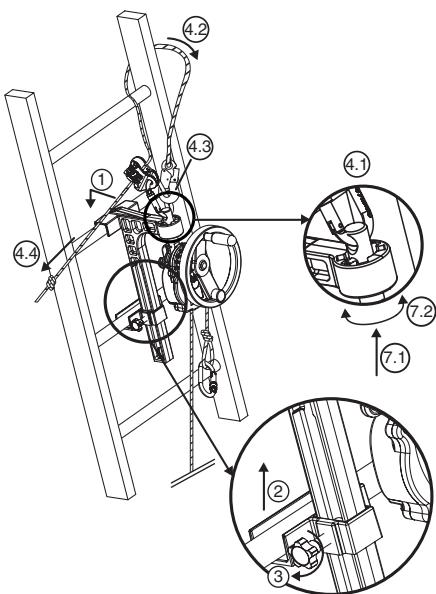

Abb. 6
#### 6.3.2. Gerät derope™ UP B (Abb.6)
1. Den großen verriegelbaren Adapter an der für die Rettung vorgesehenen Stelle über der zu rettenden Person an der Leitersprosse anbringen (Abb.6, 1).
2. Das Sicherungsgleitstück auf die Höhe der Sprosse bringen, die unmittelbar unter der Trägersprosse des großen Adapters liegt (Abb.6, 2).
3. Den Sicherungsbolzen des Gleitstücks mit Hilfe des Rändelknopfs an der Seite des Adapters festziehen (Abb.6, 3).
- Den Karabinerhaken der Einstellvorrichtung LCM 05 in der oberen Bohrung des Befestigungsbolzens befestigen (Abb.6, 4.1).
- Das Halteseil um die über dem Adapter gelegene Sprosse und um einen der Leiterholme führen (Abb.6, 4.2).
- Den Karabinerhaken des Halteseils am Karabinerhaken der Einstellvorrichtung LCM 05 befestigen (Abb.6, 4.3).
- Das Halteseil durch Ziehen am Leertrum spannen (Abb.6, 4.4).
7. Das derope™-Gerät nach Bedarf ausrichten, indem die Position des Befestigungsbolzens in der Positionierungsvorrichtung geändert wird (Abb.6, 7.1 - 7.2).